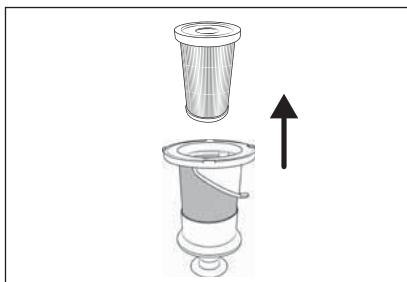

Fig. 24
- Tag EPA-filteret 5 ud af filteret af rustfrit stål 6 ved at holde i åbningen på EPA-filteret 5 og tage det ud af filteret af rustfrit stål 6 (se fig. 24).